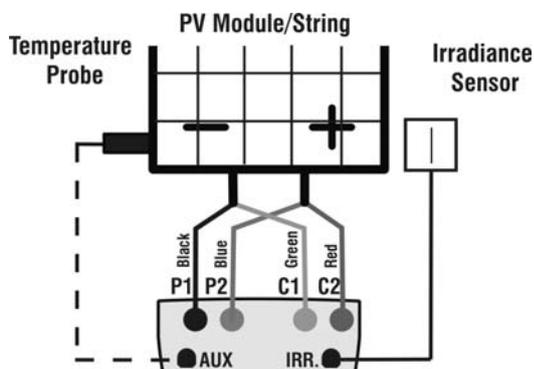

Fig. 7a: Lig. do inst. ao painel/bateria de painéis FV
20. Ligar o instrumento ao painel/bateria de painéis (string) em teste como se mostra na seguinte Fig. 7a. Em particular, ligar o pólo Negativo na saída do painel/bateria de painéis (string) aos terminais P1, C1 e o pólo Positivo na saída do painel/bateria de painéis (string) aos terminais P2, C2. Na modalidade de ativação da medição "**Auto**" é recomendado o uso do acessório opcional KITKELVIN.